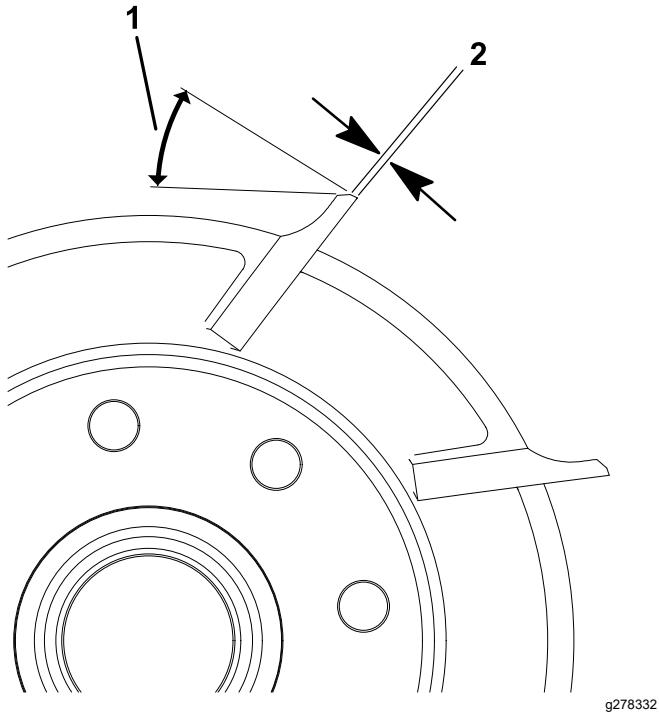

Figura 23
- Afile todas las cuchillas con un rebajo de 30° hasta que la anchura de la superficie de incidencia sea de 0,8 mm (Figura 23).